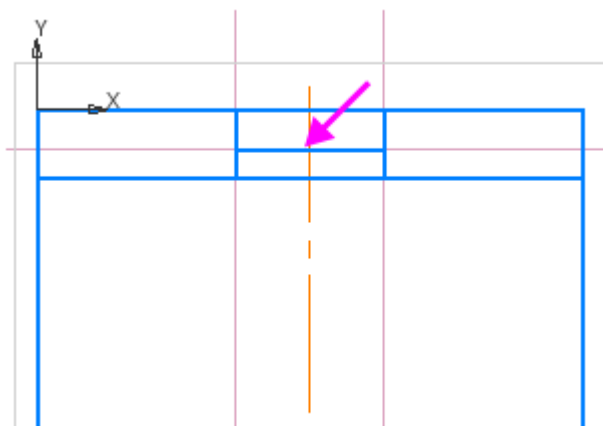

Рисунок 4
- Постройте горизонтальный отрезок на вычисленном расстоянии 1,85 от верхнего отрезка. Например, воспользуйтесь геометрическим калькулятором или постройте вспомогательную прямую на заданном расстоянии, а затем по ней начертите отрезок. (рисунок 4)